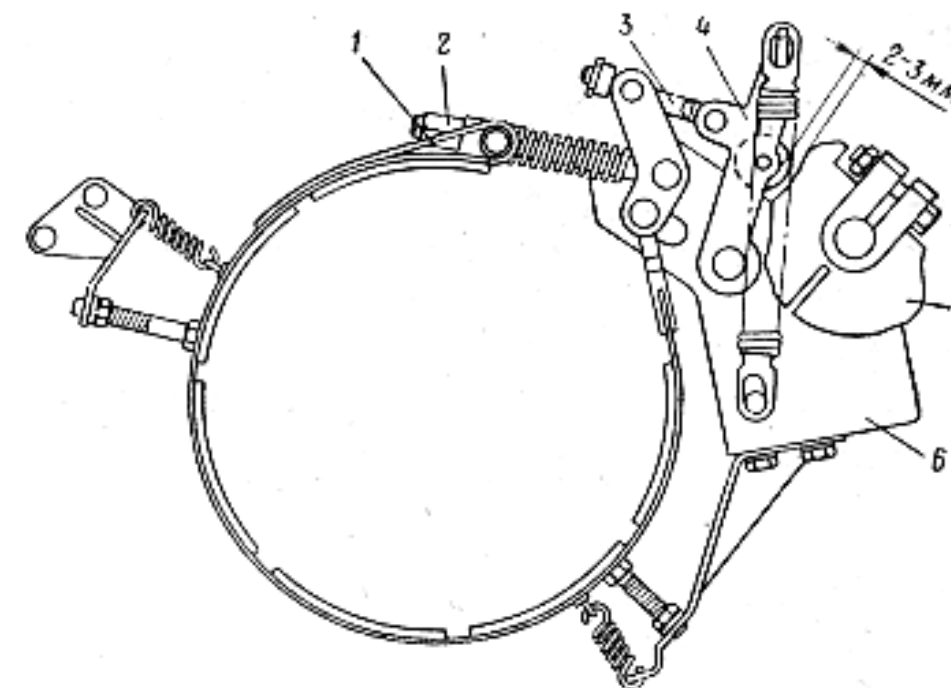

Рис. 32. Схема регулировки зазора между роликом рычага тормоза механизма поворота левого и впадиной кулака
3. Проверить щупом наличие зазора *a* между роликом рычага 4 (рис. 32) тормоза механизма поворота и впадиной кулака. Зазор *a* должен быть 2 — 3 мм.